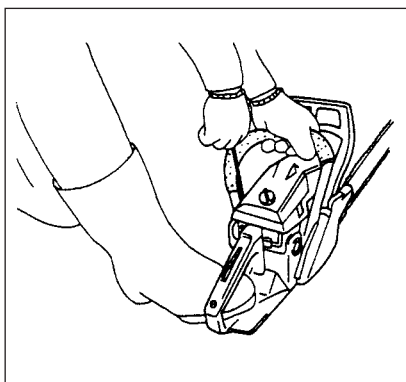

Fig. 2-4
3. Tire lentamente el arrancador de retroceso hasta que usted sienta la compresión resistente, luego, tire con fuerza, teniendo cuidado con mantener agarrado el volante sin permitir el movimiento de retroceso. (Fig. 2-4)